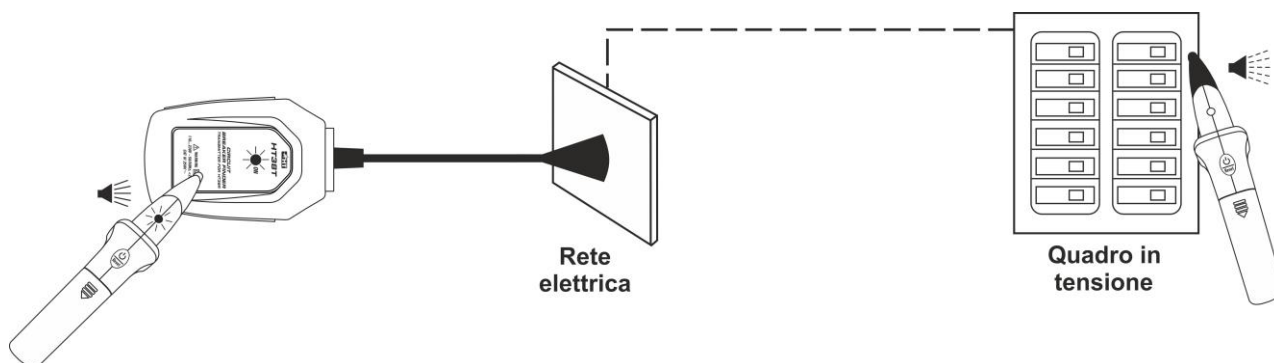

Fig. 3: Collegamento unità trasmettitore al circuito in prova
2. Collegare il trasmettitore alla rete elettrica tramite la spina integrata. Il LED ON sulla parte frontale (vedere Fig. 2 – parte 2) si accende e l'unità automaticamente attiva e immette il segnale nel circuito in prova (vedere Fig. 3)
3. Avvicinare l'elemento sensibile del ricevitore sopra al trasmettitore (vedere Fig. 3) e verificare l'emissione di un suono continuo () , l'accensione del LED verde (vedere Fig. 1 – parte 3) e lo spegnimento del LED rosso (vedere Fig. 1 – parte 2) ad indicare il riconoscimento del segnale
4. Spostarsi con il ricevitore in prossimità dei quadri in tensione in direzione dell'intensificazione del suono intermittente emesso dall'unità a evidenziare l'avvicinamento alla sorgente da ricercare (vedere Fig. 3)